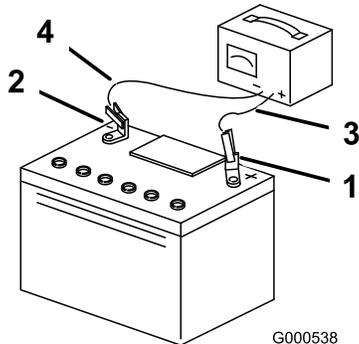

Bild 52
4. Wenn die Batterie voll geladen ist, ziehen Sie den Stecker des Ladegeräts aus der Dose. Klemmen Sie dann die Klemmen des Ladegeräts von den Batteriepolen ab (Bild 52).